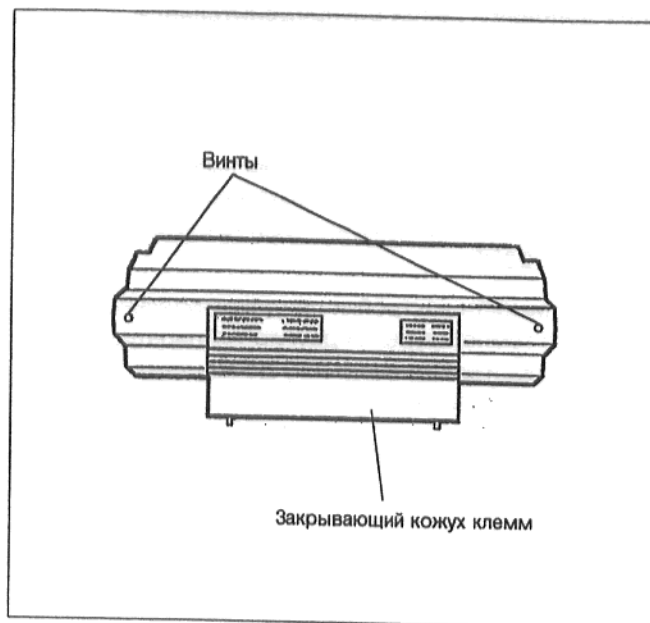

Рис. 37
- Вывинтить два винта закрывающего кожуха клемм (рис. 37).